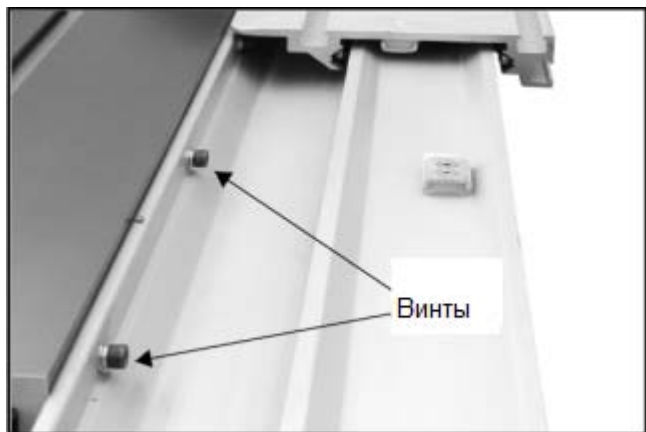

Рис. 4. Открыт доступ к крепежу.
6. Вытяните фиксирующий штифт, который находится под подвижным столом, затем передвиньте верхнюю часть стола к одному краю, чтобы открыть доступ к двум установочным отверстиям, как показано на рис. 4.